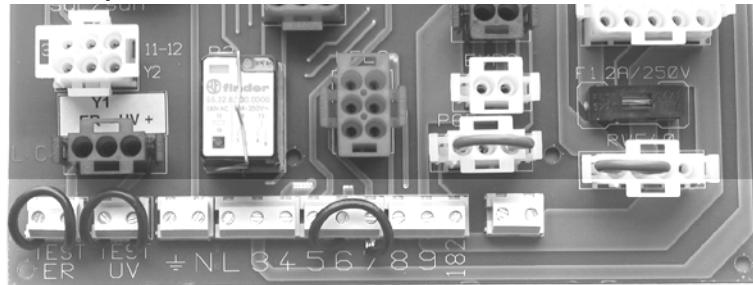

Рис. 18: Клеммник MA подключения на печатной плате
По подключениям см. клеммник на Рис. 18.
1). Подсоединить провода, относящиеся к разрешительному сигналу от котла к горелке, на следующие компоненты (Рис. 18, Рис. 20)
2). Подсоединить провода, относящиеся к разрешительному сигналу от котла к горелке, на следующие компоненты (Рис. 18, Рис. 20)